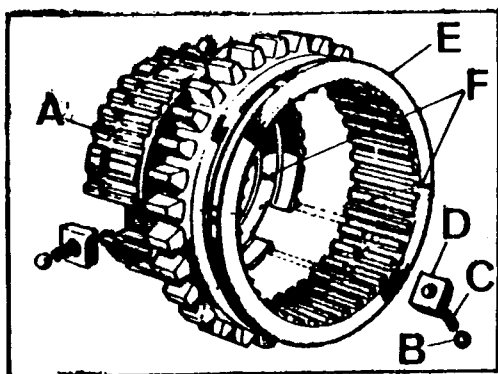

Fig. C-100 Sincronizador de primera-segunda
- 1.2.2. Desmontar el conjunto sincronizador, empujando el cuerpo interior, A, (Fig. C-100) hacia abajo y dejar libres las bolas, B, los muelles, C, los fiadores, D, y el cuerpo exterior, E.
- 3.1.1. Montar el cuerpo interior en el interior, haciendo coincidir las marcas existentes en ambos (Fig. C-100) de apareamiento.